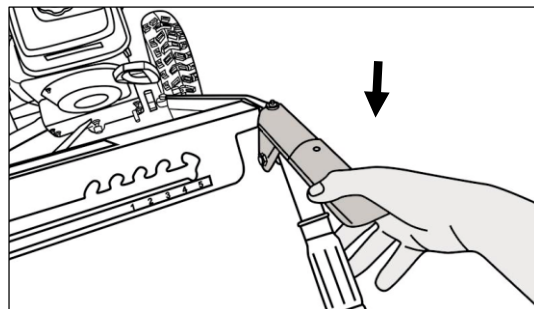

Рис. 33
2. Для начала движения нажмите рычаг привода колес, расположенный справа на рукоятке управления (рис. 33).